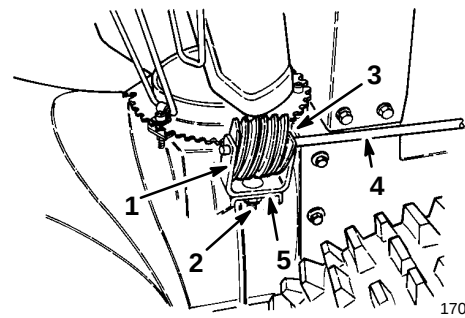

Abbildung 7
1. Die 2,54 cm (1") Schloßschraube in die Montagebohrung des Zahnradbügels stecken (Abb. 7).
2. Das Schneckengetriebe in den Bügel legen, die Löcher ausrichten und den Auswurflenkschenkel durch den Bügel und das Schneckengetriebe stecken (Abb. 7).
3. Schneckengetriebe und Bügel mit einer Schloßschraube, einer flachen Unterlegscheibe und einer Sicherungsmutter lose am Montageflansch anbringen (Abb. 7).
4. Das Schneckengetriebe in den Zahnkranz des Auswurfkanals schieben und die Sicherungsmutter festziehen (Abb. 7).